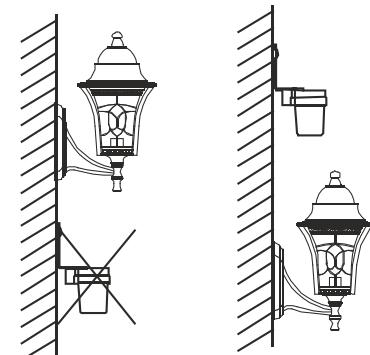

Рис. 1.2 Схема монтажа
1. Перед датчиком освещенности не должно находиться постоянных предметов, препятствующих естественному освещению (рис. 1.2).
2. Перед датчиком не должно находиться качающихся предметов (рис. 1.2).